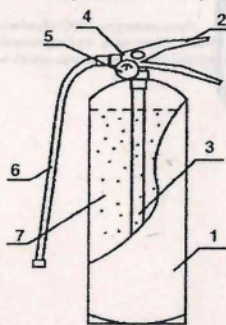

Рис. 1
- 4.1. Огнетушитель (рис. 1) состоит из корпуса 1, наполненного огнетушащим порошком 7. На горловине закреплено запорно-пусковое устройство 4 с индикатором давления 5. ЗПУ оснащено ручкой для переноски огнетушителя и ручкой для управления подачей порошка 2. Огнетушитель оснащен сифонной трубкой 3, гибким рукавом 6 (кроме ОП-1, ОП-2, ОП-3) и распылителем для получения факела распыла порошка. Огнетушитель оснащен чекой для предотвращения самообратывания.